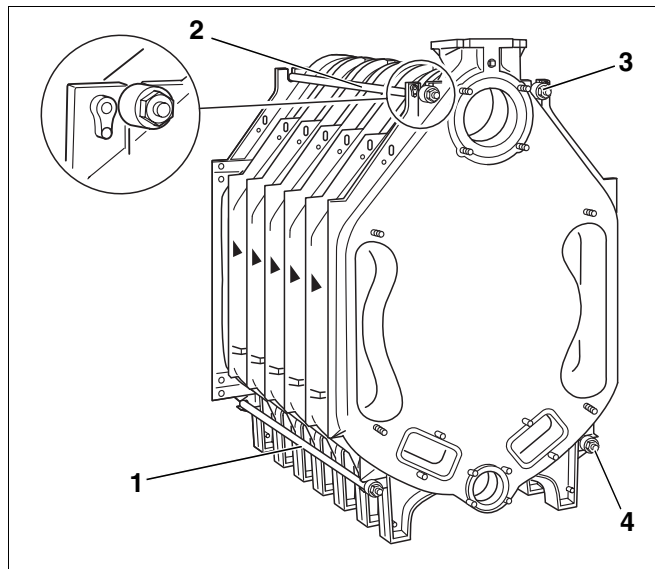

Fig. 22 Montarea tiranților
- Tiranții cu bușele-arc montate în stânga și în dreapta, se introduc sus și jos lângă alezaje în decupările prevăzute (fig. 22, **poz. 1** până la **4**).